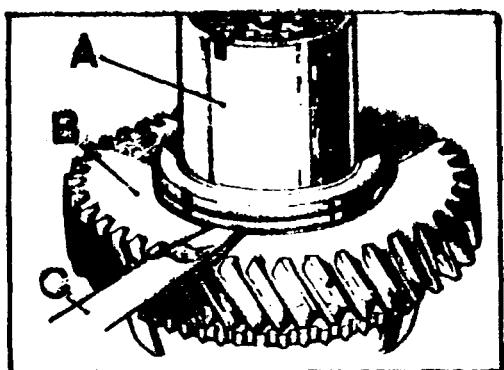

Fig. C-101 Verificación del juego longitudinal del engranaje de - segunda velocidad
3.2.2. Montar el engranaje de segunda velocidad, B (Fig. C-101) en el manguito espaciador, A, situando el costado del dentado de mayor diámetro hacia el resalte del manguito.
3.2.3. Deslizar el conjunto del engranaje y manguito sobre el eje principal hasta que se apoye sobre la arandela de empuje y, manteniendo el manguito fuertemente apoyado sobre la arandela, se comprobará el juego longitudinales (Fig. C-101) del engranaje de segunda, el cual debe quedar comprendido entre 0,10 y 0,18 mm.